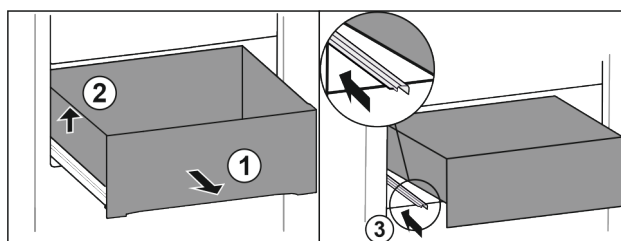

Fig. 34
- Lade tot de aanslag eruit trekken. Fig. 34 (1)
- Lade links optillen. Fig. 34 (2)
- Linker rail erin schuiven. Fig. 34 (3)